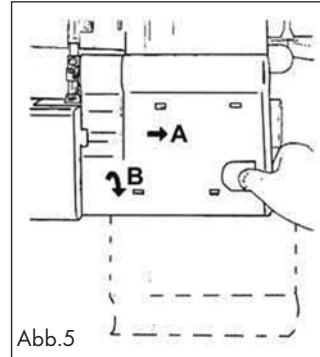

Abb.5
- Schieben Sie die Frontklappe **10** nach rechts (A) und ziehen Sie sie dann zu sich hin (B) (Abb. 5). Hinter der Frontklappe **10** sehen Sie den Greiferraum.